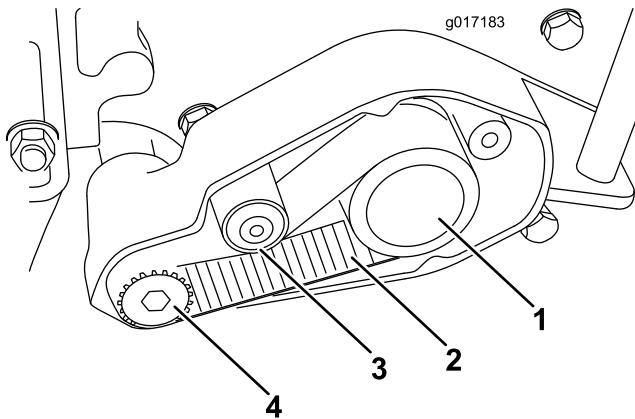

Bild 6
14. Schrauben Sie die Antriebsscheibe auf die linke Spindelwellenverlängerung (Bild 6). Verhindern Sie mit einem Holzblock, dass sich die Spindel drehen kann, und ziehen Sie die Riemenscheibe mit mindestens 23 N-m an.
15. Verlegen Sie den gezahnten Treibriemen um die Antriebsscheibe, um die Antriebsriemenscheibe und unter der hinteren Spannscheibe (Bild 6).
24. Wenden Sie Druck in der Mitte des Riemens zwischen der Antriebsscheibe und der Antriebsriemenscheibe an, um die Riemen Spannung zu prüfen (Bild 6). Eine Kraft von (2 bis 4 kg/m sollte erforderlich sein, um die Mitte des Riemens um 6 mm durchzubiegen. Lösen Sie zum Einstellen der Spannung die hintere Gelenkinbusschraube an der Spannscheibe, drehen Sie die Spannscheibe, um die richtige Spannung zu erhalten, und ziehen Sie die Inbusschraube mit 9 bis 14 N-m an.